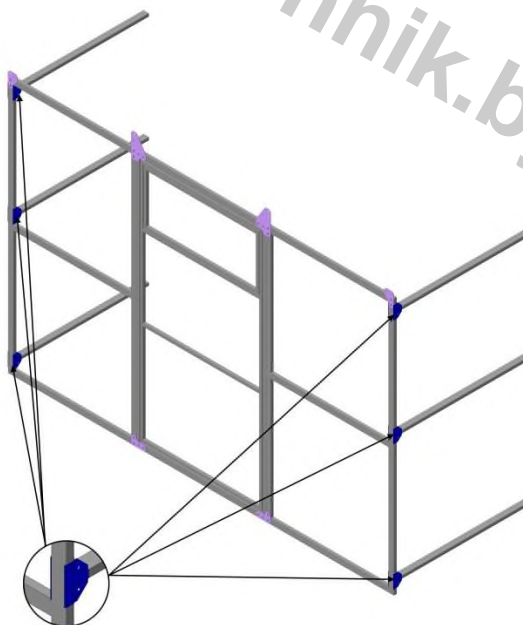

РИС. 9
4.2.2. Присоедините к собранной секции в боковой плоскости по всему периметру труб соединителей при помощи краб – Т и винтов М6×50, шайб М6, гаек М6 (РИС. 9).